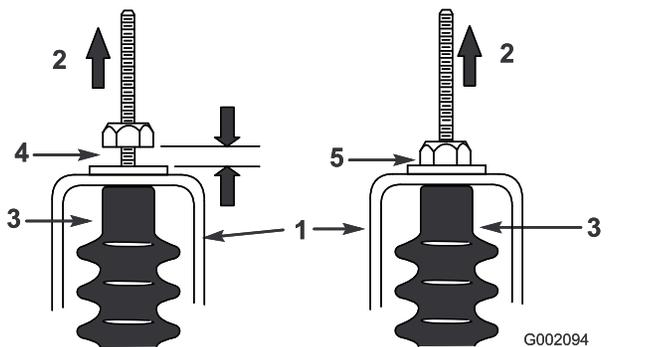

Figura 59
- Puxe cada cabo de mudanças para se certificar de que existe folga de 0,76 a 1,52 mm entre a porca/anilha e o suporte neutro (Figura 59).